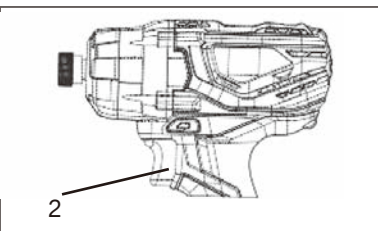

FIG. 6
1. Pour démarrer la visseuse à chocs, enfoncez doucement l'interrupteur à gâchette (2) (Fig. 6). **REMARQUE :** La visseuse à chocs tournera à sa vitesse la plus lente lorsque l'interrupteur à gâchette est légèrement enfoncé. La visseuse à chocs tournera à sa vitesse la plus rapide lorsque l'interrupteur à gâchette est complètement enfoncé.